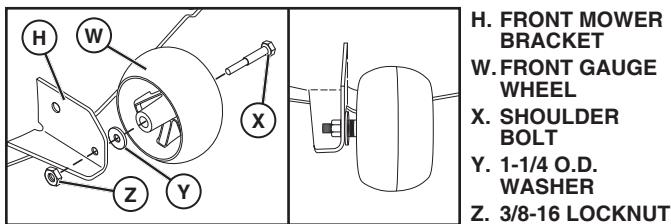

Fig. 5
2. ASSEMBLE FRONT GAUGE WHEEL (W) TO FRONT OF MOWER (See Fig. 5)